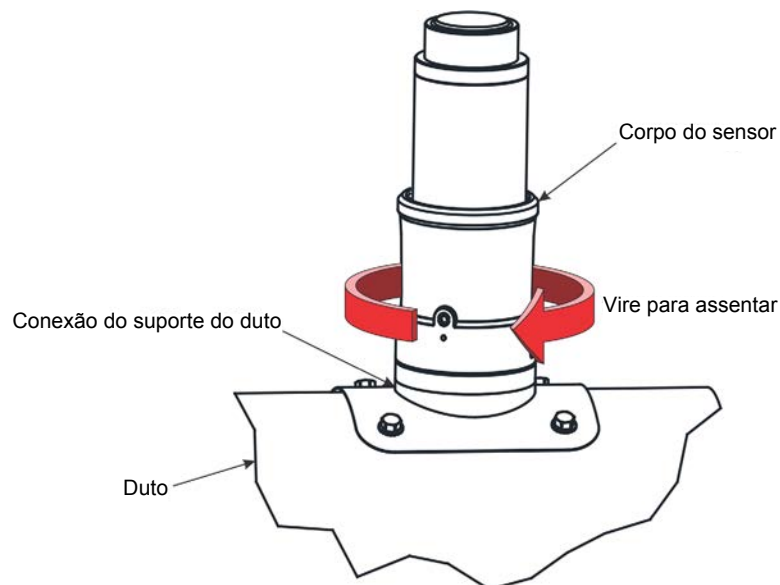

Figura 4-13: Fixação do sensor Meridian na conexão do suporte do duto
6. Em seguida, alinhe os pinos do corpo do sensor com a fenda da conexão do suporte do duto e gire no sentido horário para encaixar. Consulte a Figura 4-13: Fixação do sensor Meridian na conexão do suporte do duto para obter os detalhes.